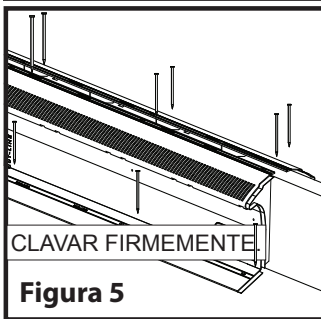
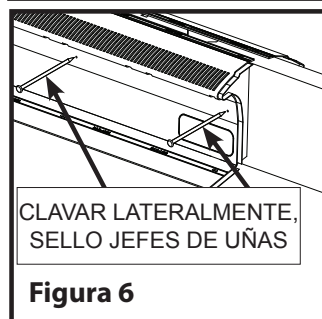

Figura 5
Figura 6
- Colocar la TRV-4 contra la viga de cumbrera y plegar la brida inferior abisagrada para adaptarla a la pendiente del techo. Fije la salida de ventilación TRV-4 a la superficie lateral de la viga de cumbrera utilizando clavos de 1-3/4" como mínimo en los orificios moldeados. (véase la Figura 6) Fije la brida inferior con clavos de 3/4" como mínimo, usando la línea de orificios moldeados. (véase la Figura 5) Fije la brida superior con clavos de 3/4" como mínimo, usando la línea de orificios moldeados. (véase la Figura 5)